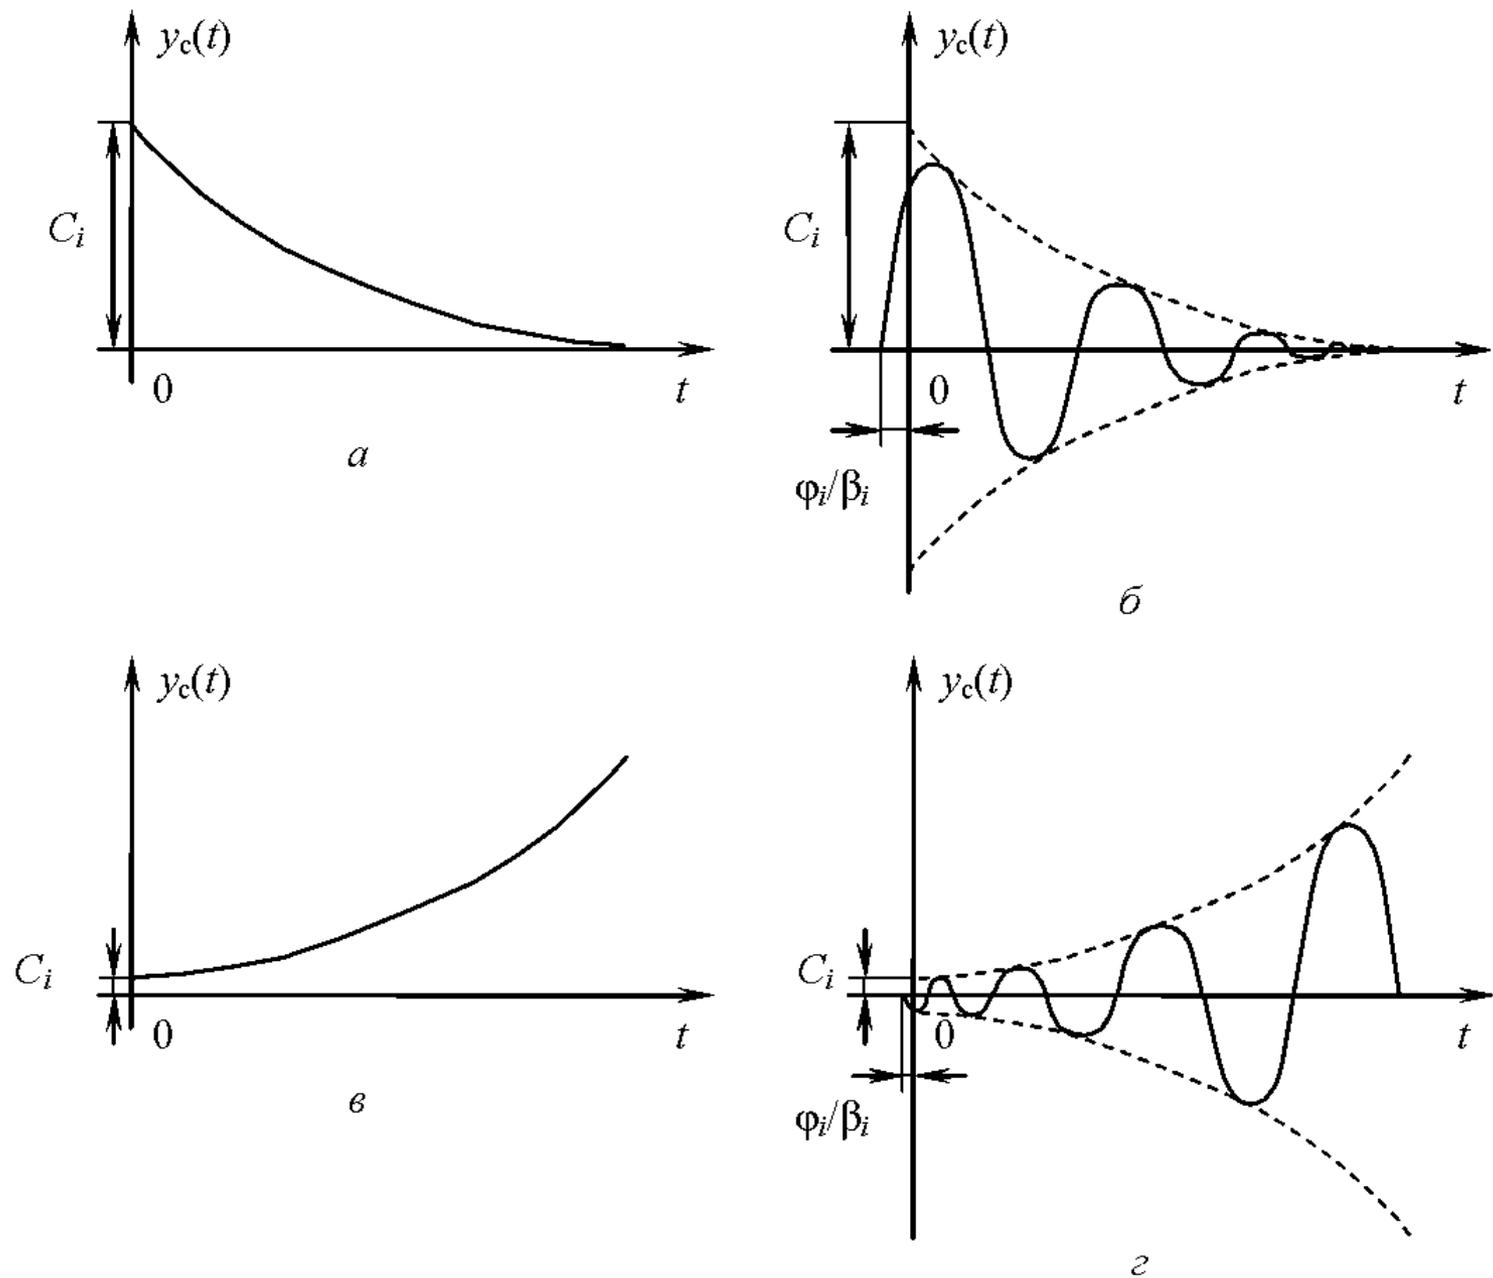

Рис. 6.1
- отрицательные вещественные корни (рис. 6.1, а);
- комплексные корни с отрицательной вещественной частью (рис. 6.1, б);
- положительный вещественный корень (рис. 6.1, в);
- комплексные корни с положительной вещественной частью (рис. 6.1, г).